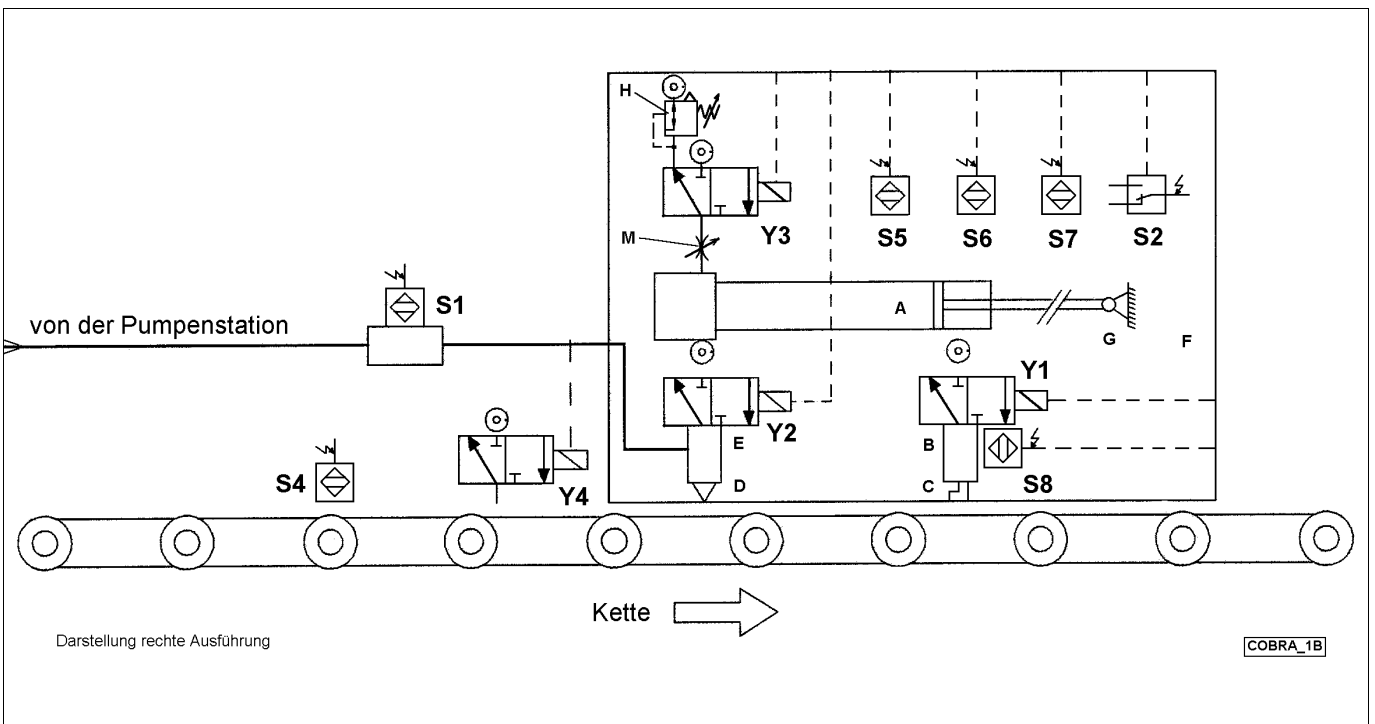

Bild 1: Arbeitsweise der COBRA 3-2
3.3 Arbeitsweise (siehe Bild 1)
- für den Fall, daß der Mitnehmer (Bild 1, Pos. C) noch im Eingriff ist, während der Schlitten (Bild 1, Pos. F) bereits auf den Rahmen (Bild 1, Pos. G) prallt,
- bei zu schneller Bandgeschwindigkeit und/oder zu hoher Trägheit der Anlagensteuerung oder bei Ausfall der Näherungs- bzw. Positionsschalter S7, S2 (Bild 1).
- Quetschgefahr durch mögliche Schlittenbewegung im Rahmen (siehe Bild 1, Pos. F und G)
- Gefährdung durch Einziehen oder Einfangen von Gliedmaßen durch das Leitungsmaterial bei Schlittenbewegung im Rahmen (siehe Bild 1, Pos. F und G)
- Stoßgefahr beim Aus- und Einfahren von Mitnehmer und Schmierkopf (siehe Bild 1, Pos. D und C), insbesondere bei fahrlässiger Betätigung der Näherungsschalter und Positionsschalter (siehe Bild 1, Pos. S2, S4, S5, S6, S7, S8)